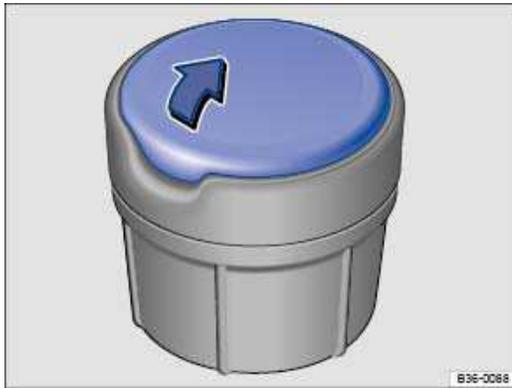

Abb. 91 Mobiler Aschenbecher.
- Zum *Öffnen*, Deckel des Aschenbechers → Abb. 91 in Pfeilrichtung anheben.